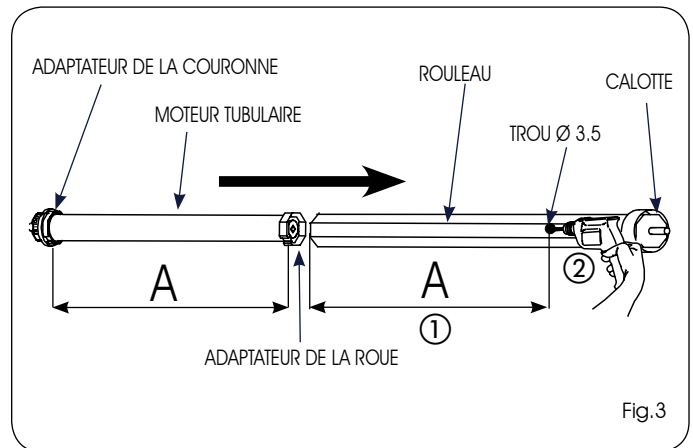

Fig.3
1) Réaliser un trou avec un foret  $\varnothing$  3 mm sur le rouleau (Fig.3 réf.②) à la distance A (Fig.3 réf.①), en faisant référence au tableau 1.